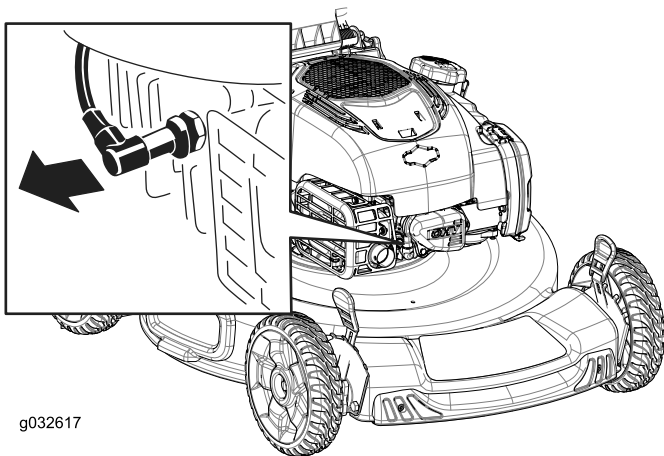

Bild 29
- Ziehen Sie das Zündkabel von der Zündkerze (Bild 29) ab, bevor Sie Wartungsarbeiten ausführen.